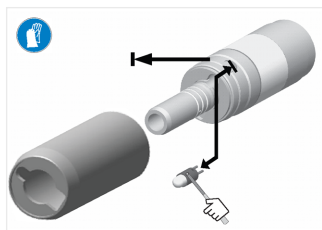

FIG. 7
RYS. 7
2. Wyjąć żarówkę przez mały otwór z boku, popychając ją do przodu (nie dotykać szklanej części żarówki) (RYS. 7).